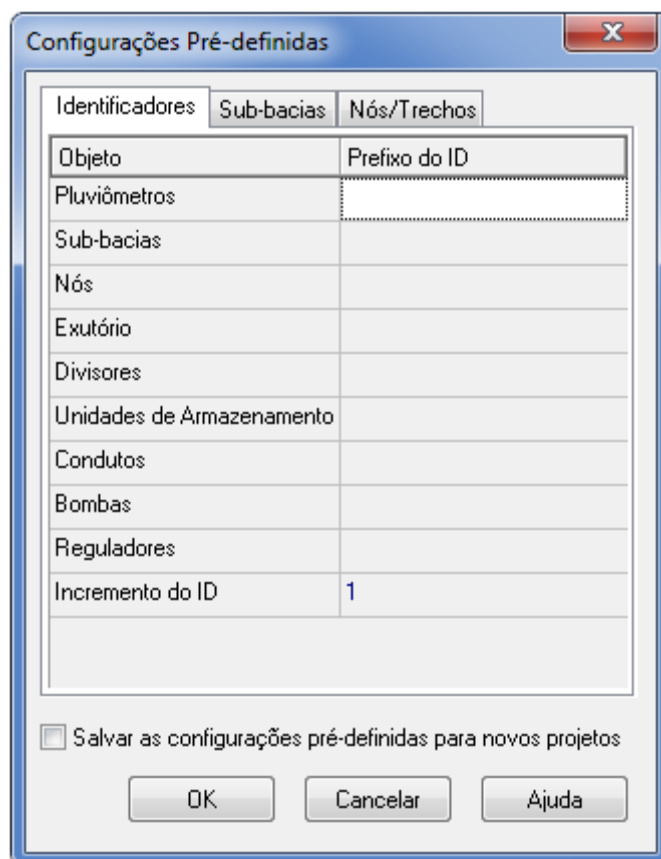

Figura 5.1 - Configurações pré-definidas
2. Aparecerá o formulário das Configurações Pré-definidas do projeto (ver Figura 5.1), que consta de três abas, uma para cada uma das categorias descritas anteriormente.